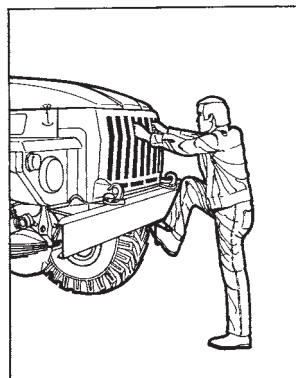

Рис. 4. Прием использования подножки и ребер облицовки радиатора при подъеме на бумпер и спуска с него
7. Чтобы подняться на бумпер автомобиля или спуститься с него, используйте подножку, центральное и крайнее левое (по ходу автомобиля) ребра облицовки радиатора, имеющие на внутренней стороне вкладыши (рис. 4).